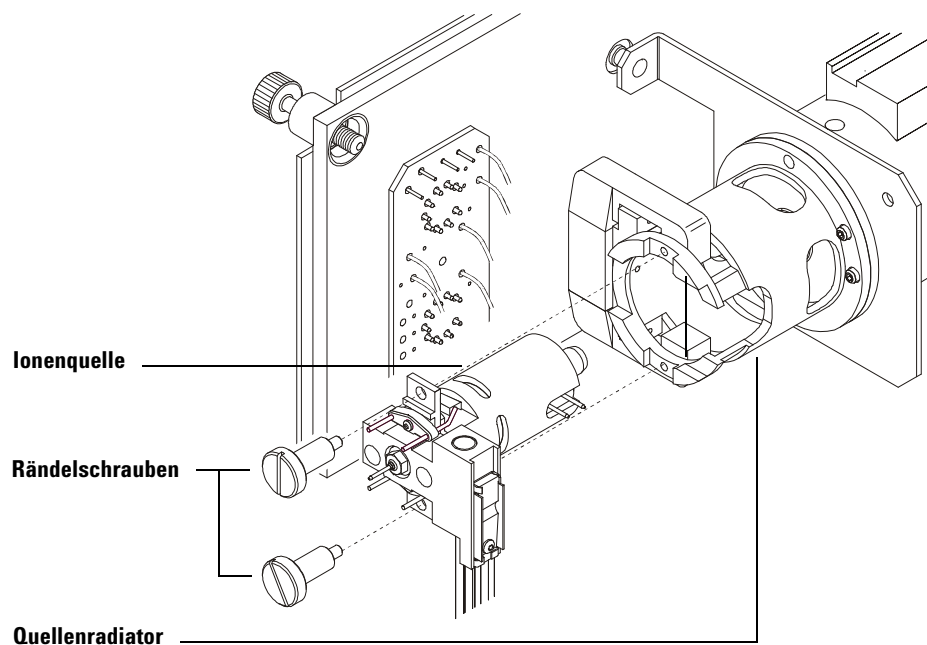

Abb. 30 Installieren der EI-Ionenquelle
- 1 Schieben Sie die Ionenquelle in den Quellenradiator (Abb. 30).